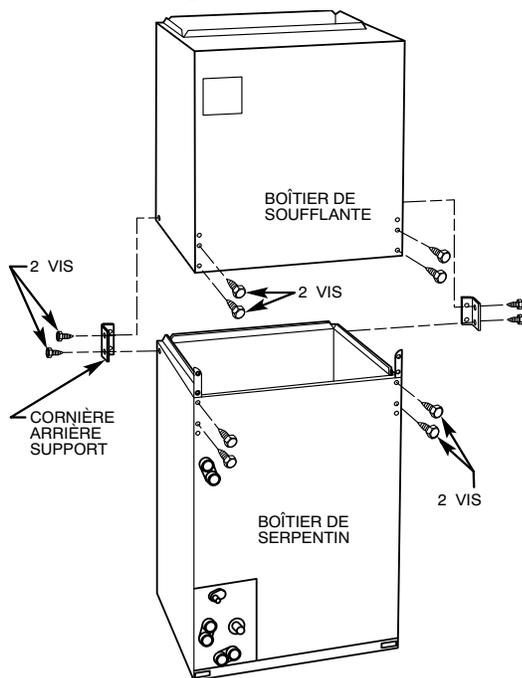

Fig. 7 – Retrait des supports des appareils modulaires
**REMARQUE :** Les appareils modulaires peuvent être démontés et les composants déplacés séparément vers la zone d'installation pour le remontage. Ce processus réduit les difficultés éventuelles en cas de dimensions réduites des trous d'accès et des points d'entrée sur les sites d'installation (Fig. 7).
- b. Retirez le répartiteur d'air (B) de l'ensemble d'étanchéité du serpentin en retirant les trois vis (voir la Fig. 7).
- c. Retirez la plaque de substitution (A) et installez le répartiteur d'air (B) à la place de la plaque de substitution.
- d. Installez la plaque de substitution (A) comme illustré pour l'application horizontale droite.
- e. Enlevez les goulottes à condensats (C) et installez-les sur les plaques tubulaires opposées.